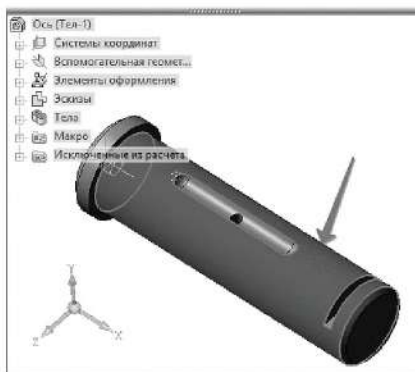

Рисунок 3.31. Выбор элемента сопряжения детали «Ось»
2.4.5 В Дополнительном окне укажите цилиндрическую поверхность *Оси* (рисунок 3.31).